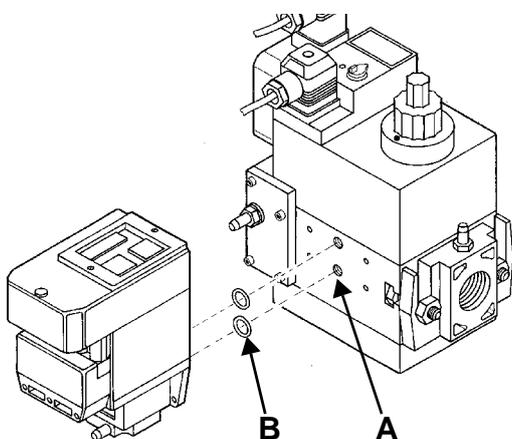
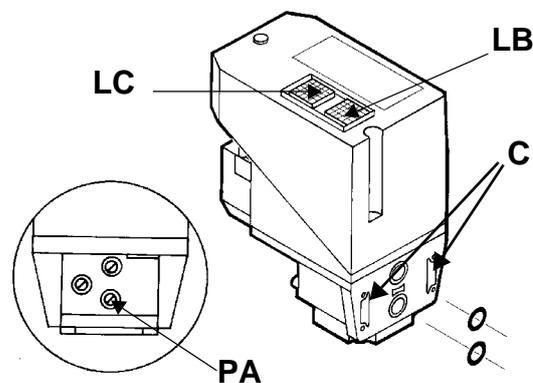

Рис. 17
Рис. 18
- 3). снять крепежные винты группы Multibloc (Рис. 17-A)
- 4). вставить уплотнительные кольца (10,5x2,25) в VPS 504 (Рис. 18-B, Рис. 17-B)
- 5). закрутить 4 винта блока контроля герметичности (M4x16) Рис. 17-C.
Для проверки работы, подсоедините манометр к штуцеру для отбора давления PA (Рис. 18). Если проверка завершилась положительно, через несколько секунд загорается жёлтая лампочка LC. В противном случае загорается красная лампочка блокировки LB. Чтобы перезапустить горелку, необходимо разблокировать блок управлением нажатием на светящуюся кнопку LB.